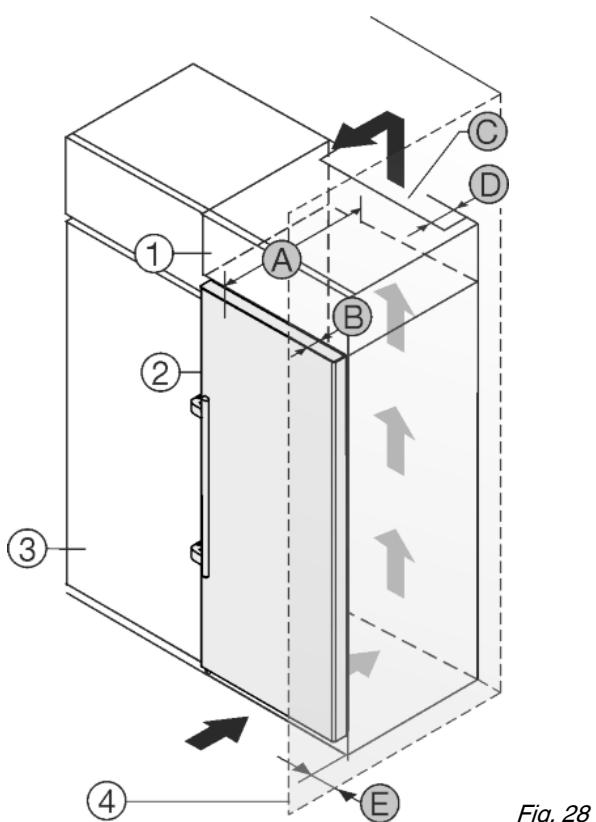

Fig. 28
Устройство может быть окружено кухонными шкафами. Чтобы уравнять устройство Fig. 28 (2) по высоте с кухонной стенкой, можно установить над устройством дополнительный шкафчик Fig. 28 (1).
Установить устройство можно непосредственно рядом с кухонным шкафом Fig. 28 (3). Чтобы можно было полностью открыть двери, устройство должно выступать на глубину Fig. 28 (B) относительно передней стенки кухонного шкафа. В зависимости от глубины кухонных шкафов и использования пристенных распорок устройство может выступать и больше.
- На задней стенке дополнительного шкафчика должен быть вентиляционный канал с глубиной Fig. 28 (D) по всей ширине этого шкафа.
- Нужно соблюдать вентиляционное отверстие Fig. 28 (C) под нижней панелью.
Если устройство установлено на шарнирах у стены Fig. 28 (4), то нужно соблюдать расстояние Fig. 28 (E) между устройством и стеной. Настолько выступает ручка при открытой дверце.